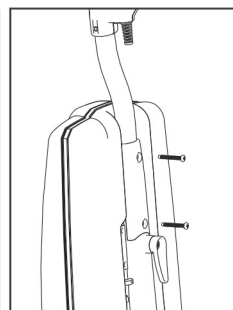

Fig. 4
4. Réinstallez le support de la poignée (Fig. 4).